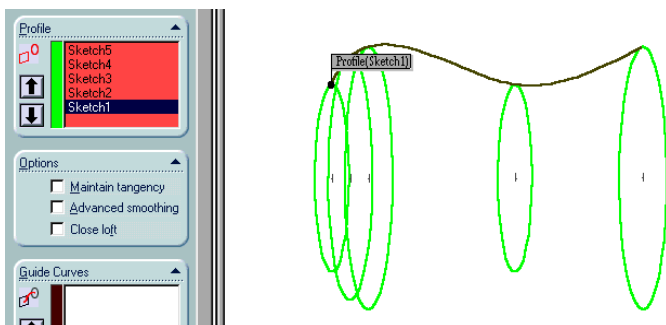

Рис. 5.2
10. Аналогично выполнить эскизы в виде окружностей в остальных плоскостях (см. табл. 5.1), рис. 5.2.